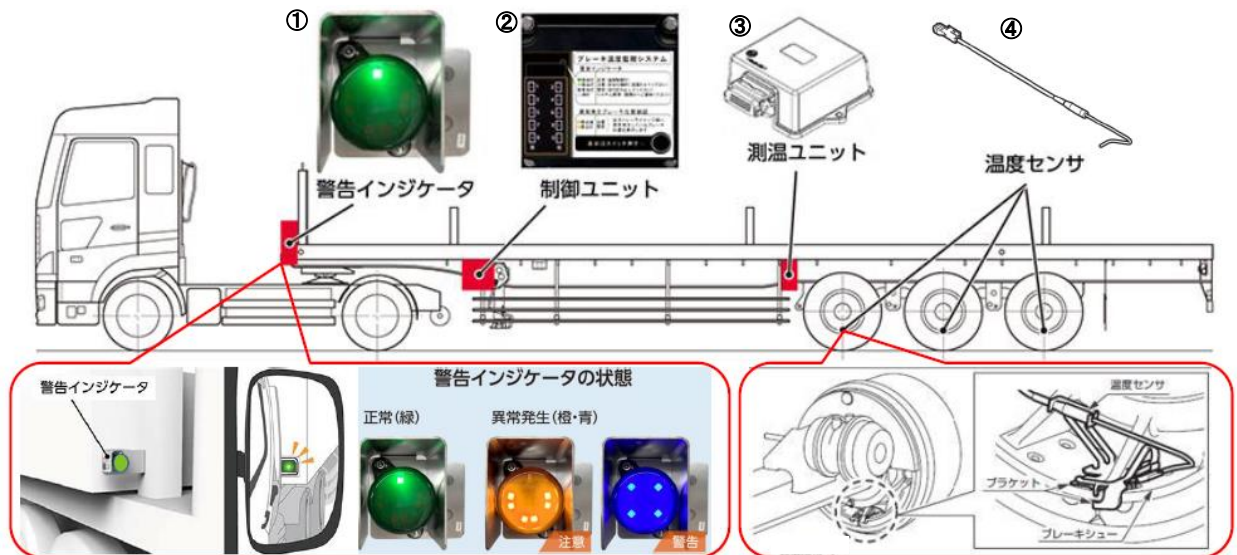

図1 構成部品
①警告インジケータ、②制御ユニット、③測温ユニット、④温度センサ（各輪のブレーキシューに装着）と、それらを繋ぐハーネス類で構成されています（図1）。ブレーキの異常な温度上昇を検知すると、警告インジケータが橙（注意）、青（警告）に点灯し、後写鏡を通してドライバに警告します。
- 1) 車両前端の右側に「警告インジケータ」が装着されています（図1）。